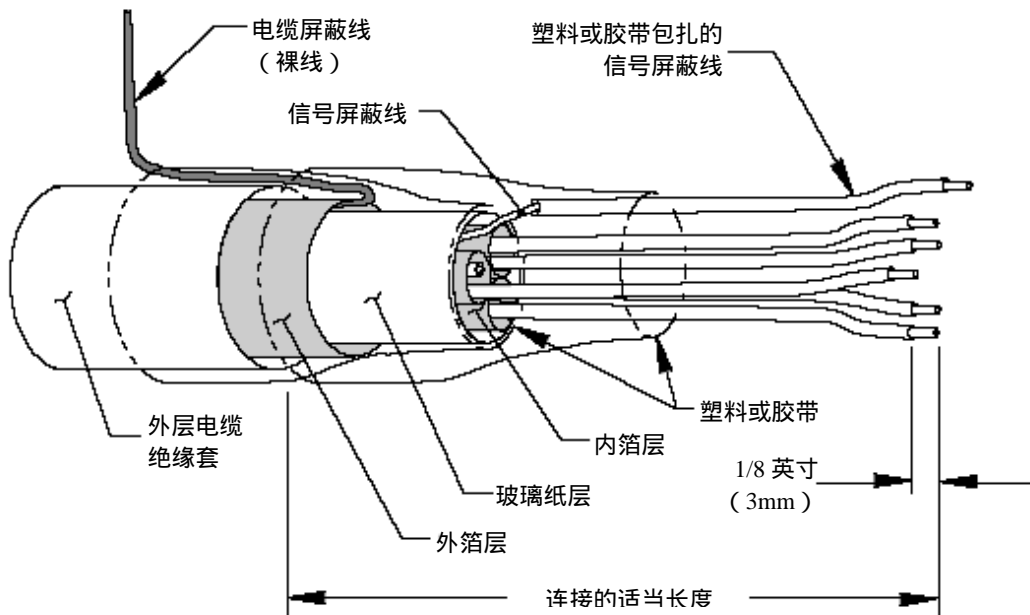

图 2-7 CE 终端详细说明 (仅适用于 CE)
1. 参考图 2-7, 小心地将外层电缆的绝缘套及外箔层向后剥去适当的长度, 这样露出信号屏蔽线、电缆屏蔽线及玻璃纸包扎的线束。